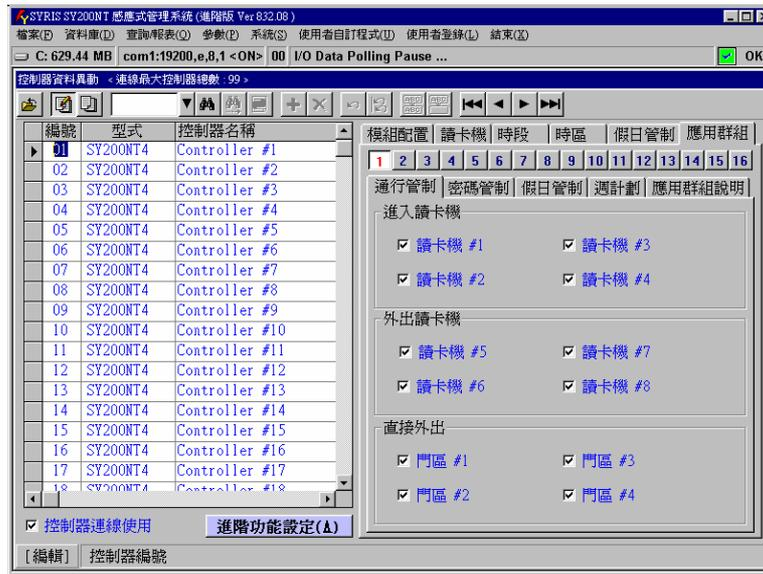

图 3-7 应用群组设定
點選畫面右方之次选单”应用群组”，如图 3-7 所示。每个应用群组包含以下设定项目：
1. 点选画面右方之次选单”通行管制”，如图 3-7 所示。